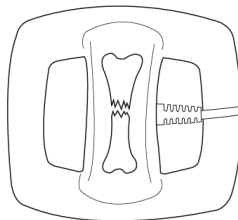

Figure 3
4. Centrer la bobine de traitement directement sur le site de la fracture tel que prescrit par le médecin et fixer la sangle. (Figure 3)